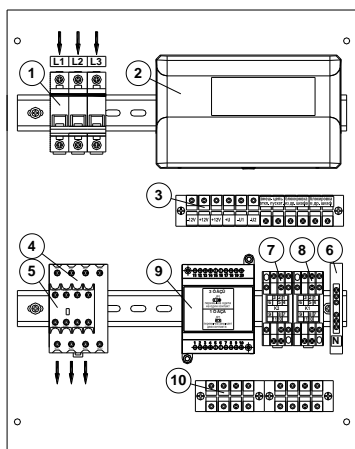

Рис. 2. Внешний вид монтажной панели исполнений ШУЭ-5,5-XP777... ШУЭ-30-XP777
Для ШУЭ-5,5-ХР777... ШУЭ-30-ХР777 подключите ноль электрической сети переменного тока (N) и нулевой провод внешней нагрузки к клеммной колодке (6) (см. рисунок 2).